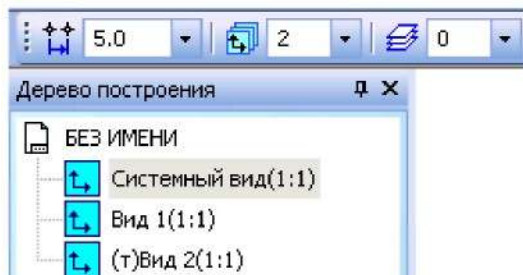

Рис. 3.8. - Дерево построения при использовании нескольких видов детали
- **Состояние видов** на панели Текущее состояние и выбрать необходимый вид. Ниже представлено изображение **Дерева построения** с двумя созданными видами (рис. 3.8).